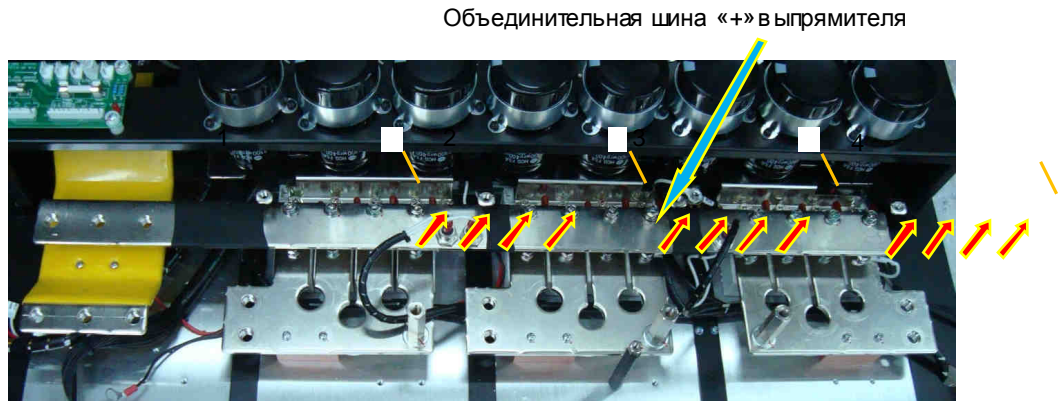

Рис. 7. 24.
7.11.3.9. На вводы блока конденсаторов 1÷4 (рис. 7. 24.) установить объединительную шину средней точки выпрямителя, закрепив ее винтами. Подвинт в вводе 3 установить клемму провода «VSn» разрядного резистора (рис. 7. 25.).